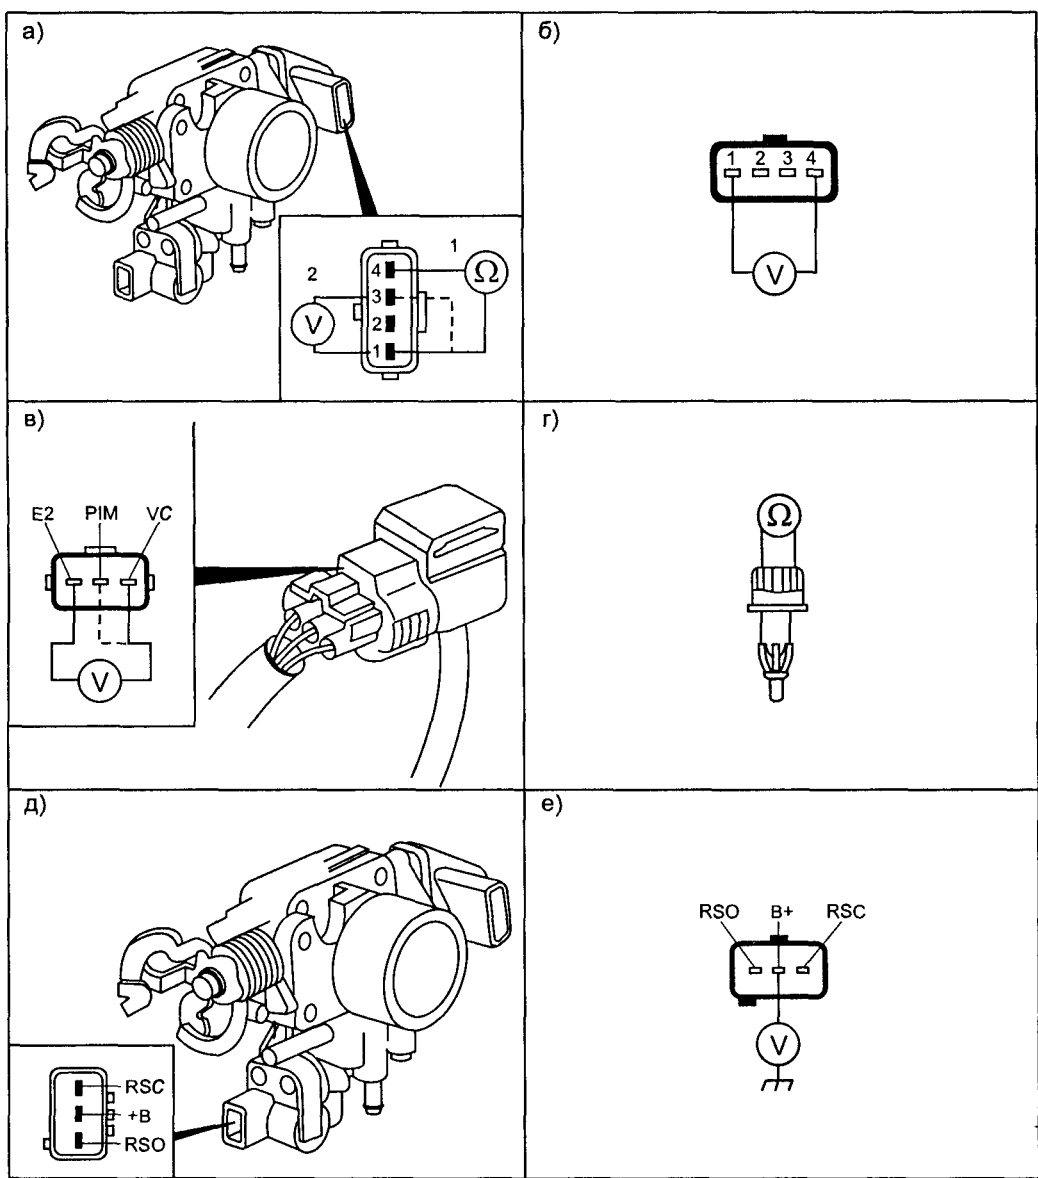

Рис. 2.7.7. Впускная система
- отключают разъем датчика TP и проверить сопротивление между соответствующими контактами датчика в различных положениях дроссельной заслонки (см. табл. 2.7.3 и рис. 2.7.7а-1);
- включают зажигание и проверяют наличие напряжения 5 В на контактах 1 и 4 TP датчика (см. рис. 2.7.7б), если питания нет, проверить соответствующие соединения и ЕСМ;
- не отсоединяя разъема датчика MAP подключают вольтметр к контактам E2 и PIM (см. рис. 2.7.7в);
- отключают разъем датчика MAP и проверяют наличие напряжения 5 В на контактах разъема жгута E2 и VC при включенном зажигании (см. рис. 2.7.7в), если питания нет, проверяют соответствующие соединения и ЕСМ;
- отключают разъем клапана IAC и измеряют сопротивление между контактами разъема клапана «B+-RSO» и «B+-RSC», его величина должна быть в пределах 20 Ом (см. рис. 2.7.7д);
- включают зажигание и проверяют наличие напряжения 12 В на контакте B+ разъема жгута клапана IAC (см. рис. 2.7.7е);